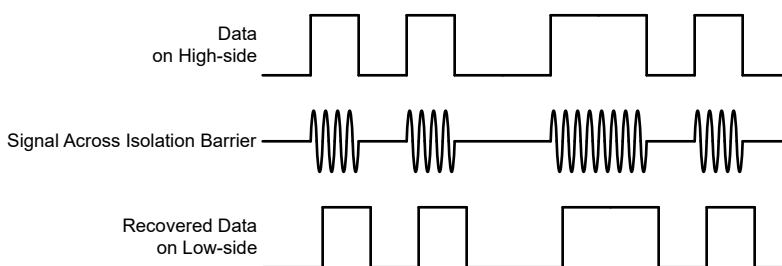

図 6-4. OOK ベースの変調方式
AMC23C12-Q1 は、SiO₂ ベースの絶縁バリア越しにコンパレータの出力状態を送信するため、図 6-4 に示すオン / オフ キーイング (OOK) 変調方式を採用しています。「機能ブロック図」に示す送信ドライバ (TX) は、デジタル 1 を表すために内部で生成された高周波キャリアを絶縁バリア越しに送信します。デジタル 0 を表す信号は送りません。